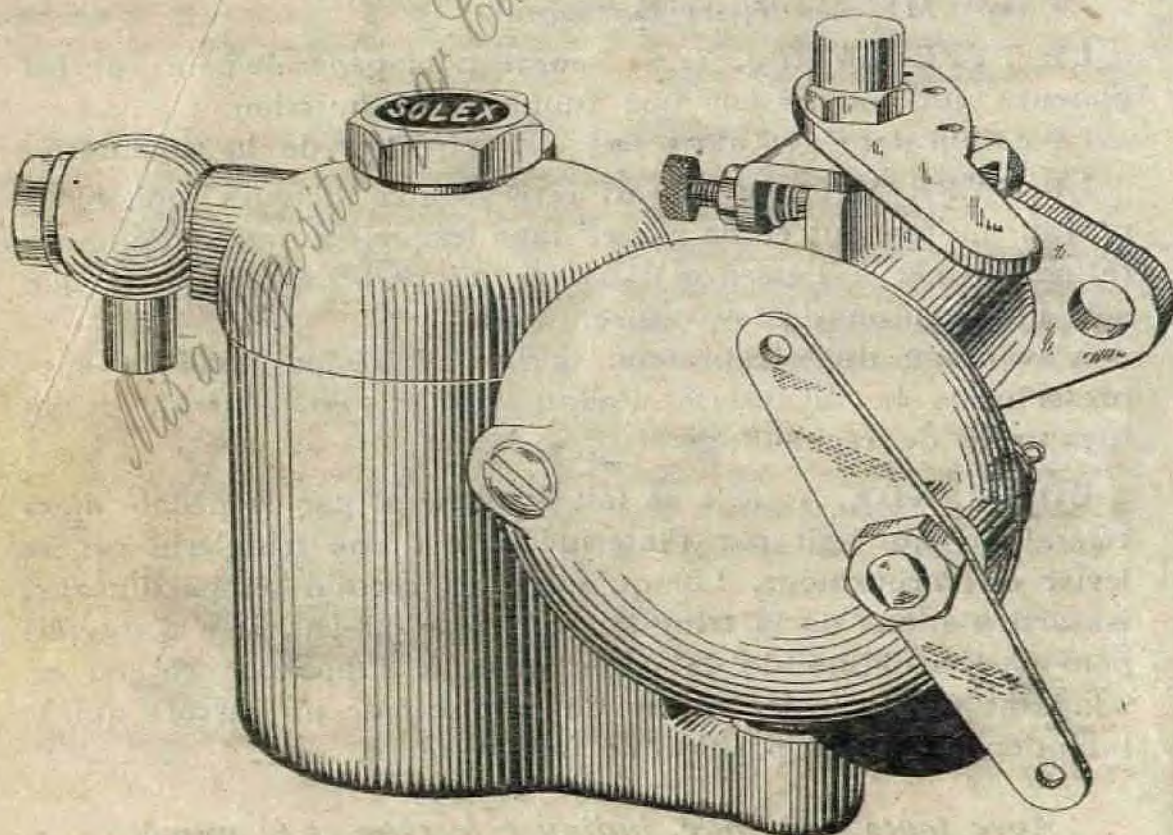

Fig. 2
**LE TYPE MH** (fig. 2) est réservé aux moteurs monoblocs n'ayant qu'une entrée de gaz et dans lesquels le mode d'alimentation permet à l'essence d'arriver au carburateur quelle que soit l'inclinaison de la voiture.